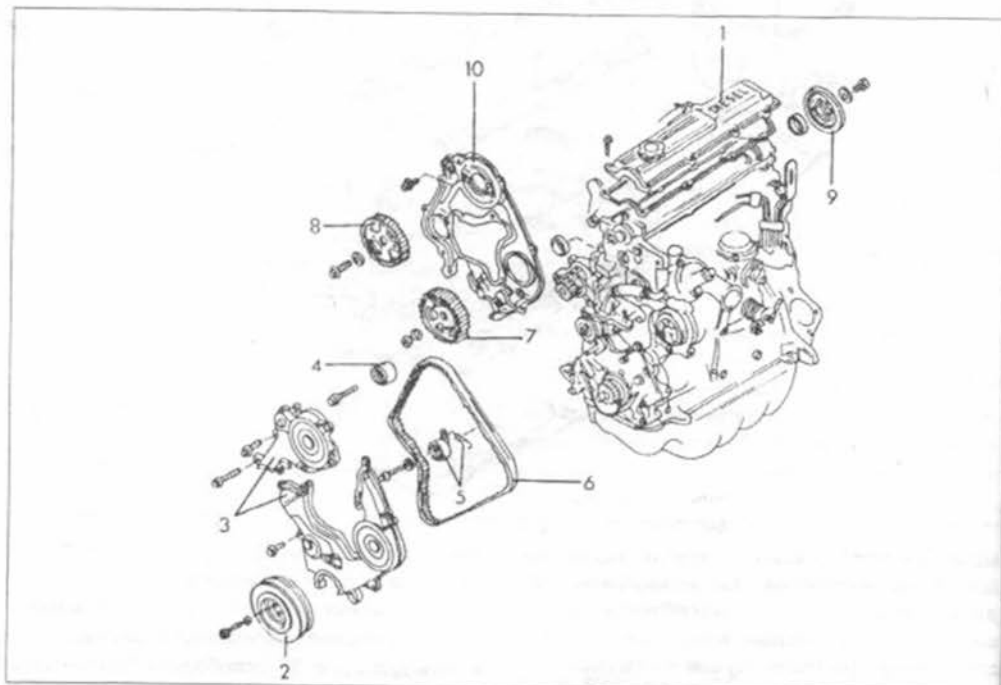

Рис. 35.
- Шкив ременной передачи коленчатого вала (2) отвинтить от коленчатого вала. Для этого нужно вставить прочную отвертку между зубьями зубчатого венца стартера, чтобы заблокировать двигатель против проворачивания. Шкив ременной передачи с помощью двух противоположно направленных лопаток для монтажа шин отжать от коленчатого вала.
- Снять левую и правую крышки (3) приводного ремня.
- Отпустить болт посередине устройства для натяжения ремня (5), снять пружины, как можно дальше вдавить устройство внутрь и болт в этом месте опять затянуть.
- Повернуть коленчатый вал, пока приводное колесо не станет в положение, показанное на рис. 35.